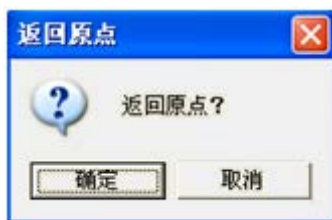

图 3-10 返回原点提示
1) 切割结束后，提示“是否返回工件起点”的对话框，如下图 3-10 所示。按 ENTER 键返回起始点，返回途中可按 F10 键停止。按 ESC 键则不返回工件起点。若在切割过程中进行“偏移切割”，则返回的工件起点是偏移过的起点。